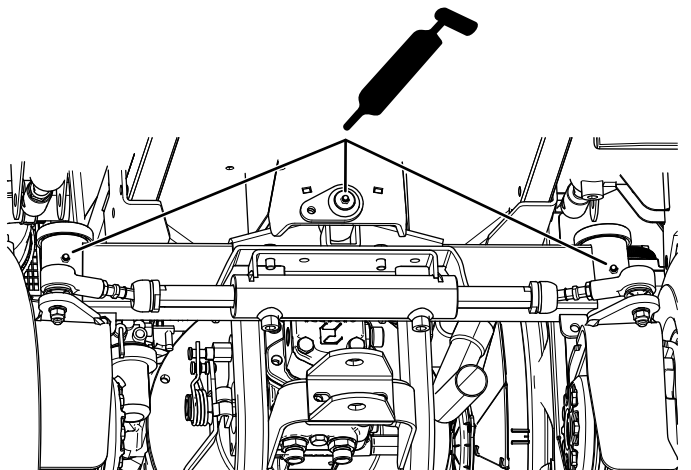

Figure 51
- Points de pivot de direction (Figure 51)